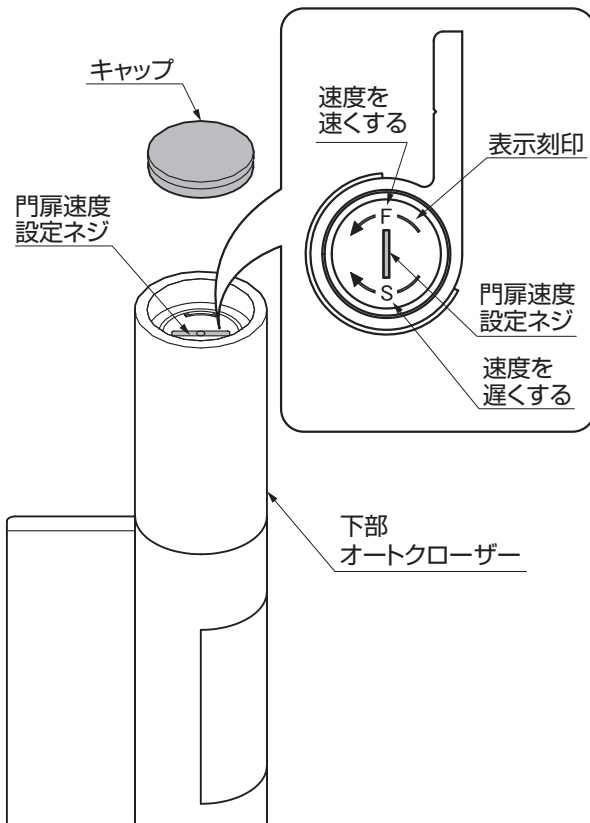

図5-6
- ① 門扉を閉じた状態で、セット棒Aをあいているセット穴へ差し込んでください。(図5-6参照)
- ② セット棒Aを巻き込み方向へ回してください。
- ③ 次のセット穴へセット棒Bを差し込んでください。
- ④ セット棒Aを抜いてください。
- ⑤ セット棒Bを巻き込み方向へ少し回してください。
- ⑥ 「手順①～⑤」を何回か繰り返すと、セット棒に抵抗がかけられ始めます。抵抗がかけられ始めたときにセット棒を差し込んでいるセット穴を初期値(0ヶ目)としてください。
- ⑦ 引き続き「5-1」・「5-2」の要領で調整してください。